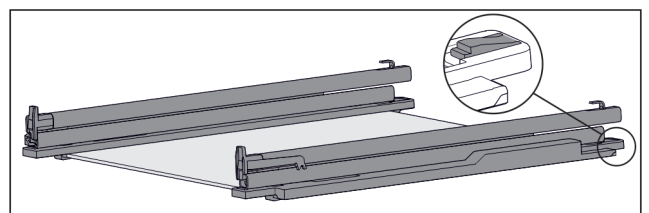

Fig. 116 Placa de vidrio con guías y piezas de sujeción
- ▶ Presione hacia abajo la pieza de sujeción por detrás (consulte Fig. 116) y, simultáneamente, deslice la guía hacia atrás.